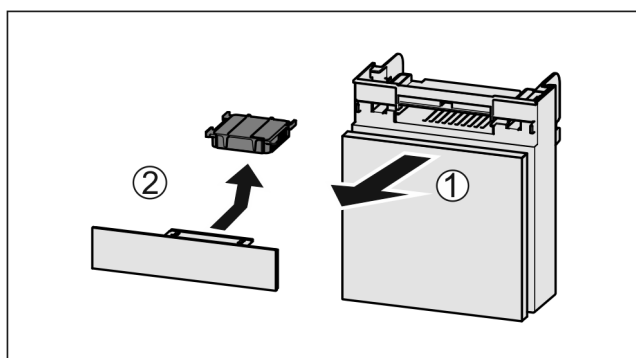

Fig. 65
- ▶ Estrarre il vano tirando in avanti Fig. 65 (1).
- ▶ Rimuovere il filtro a carboni attivi Fig. 65 (2).